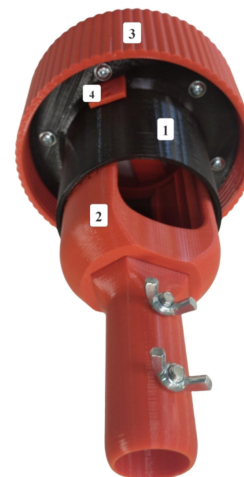

Рис. 1
4.1. Внешний вид тестера приведен на рис. 1.